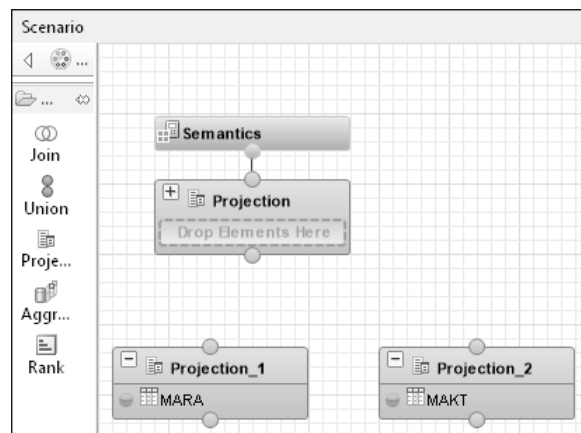

Abbildung 3.43 Tabelle MARA und MAKT als Datenquellen
2. Dem Projektionsknoten **Projection_1** fügen Sie nun die Tabelle **MARA** und dem Projektionsknoten **Projection_2** die Tabelle **MAKT** als Datenquelle hinzu, wie wir das im vorangehenden Beispiel anhand der Tabelle **KNA1** gezeigt haben. Das Ergebnis sehen Sie in Abbildung 3.43.